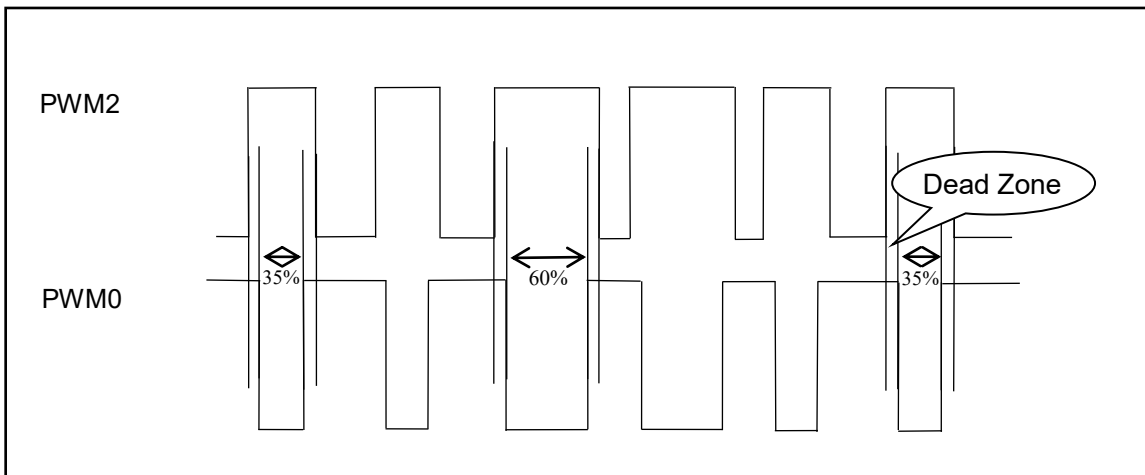

图 18: 两路互补 PWM 波形
2. 切换占空比时对应的 PWM0/PWM2 波形如图 18。